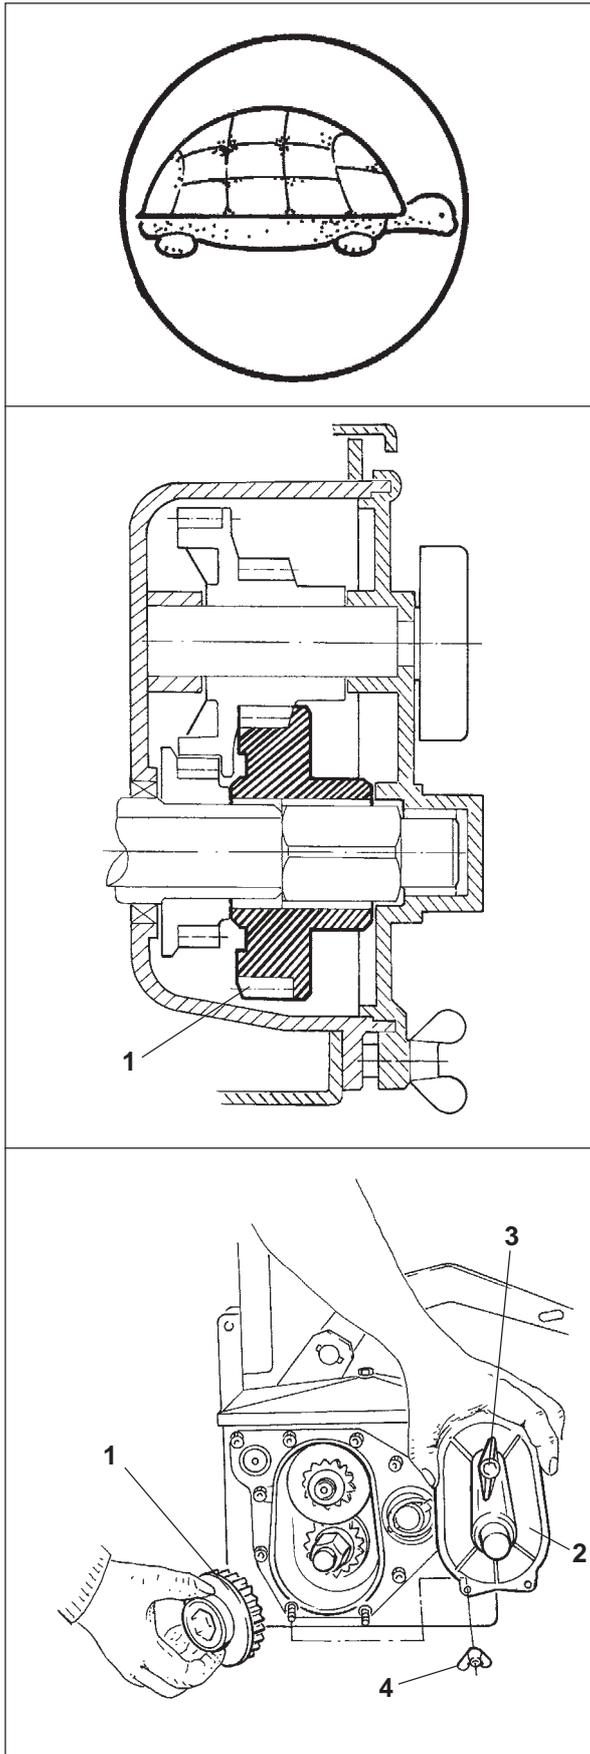

Fig. 21.13
(siehe Fig. 21.13)
- Deckel (Fig. 21.13/2) nach dem Lösen der Flügelschraube (Fig. 21.13/3) und der beiden Flügelmuttern (Fig. 21.13/4) öffnen.
- im „**langsamen Gang**“ ist das Zahnrad (Fig. 21.13/1) mit dem zweiten Zahnrad im Eingriff
- im „**schnellen Gang**“ läuft das Zahnrad (Fig. 21.13/1) frei mit.
- Deckel (Fig. 21.13/2) verschließen.